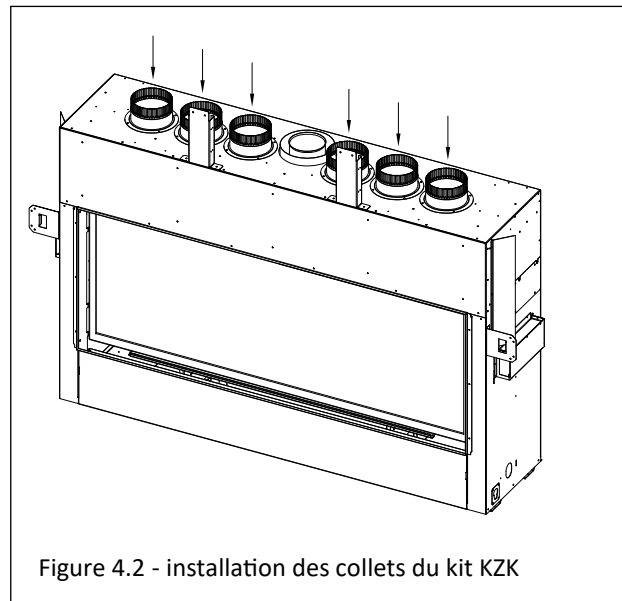

Figure 4.2 - installation des collets du kit KZK
2. Installez les collets de raccordement fournis avec le kit KZK-062, tel que montré à la Figure 4.2. Réutilisez les vis à métal retirées à l'étape précédente.